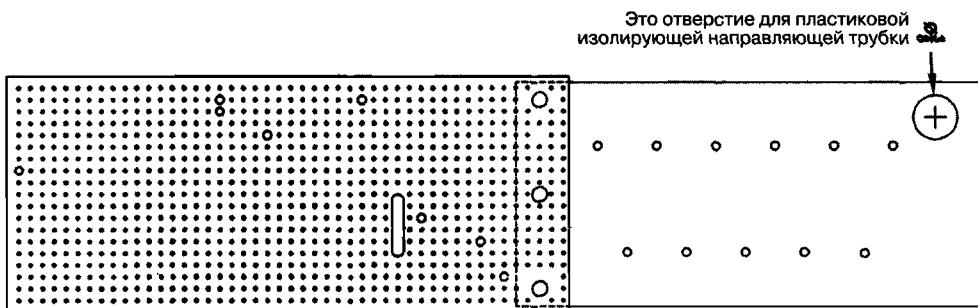

Рис. 1.3. Сборка ионного генератора из макетной и изоляционной платы
2. Из заготовки вырежьте макетную плату с сеточной перфорацией толщиной 2,5 мм и размерами 12,19×7,37 см (4,8×2,9 дюйма). Ориентируйтесь по координатам пересечения вертикального и горизонтального ряда, показанным на рис. 1.3, и вашей печатной платы для нахождения отверстия для просверливания монтажных отверстий. Определив местонахождение каждого монтажного отверстия, просверлите их, в том числе продольную прорезь для установки T1. Готовую печатную плату можно приобрести
в Information Unlimited. Заказ производится через сайт фирмы по адресу www.amasing1.com. Вставьте компоненты, начиная с левой стороны макетной платы с перфорацией, следуя плану (см. рис. 1.3), идите слева направо, используя отверстия большого диаметра как ориентир.